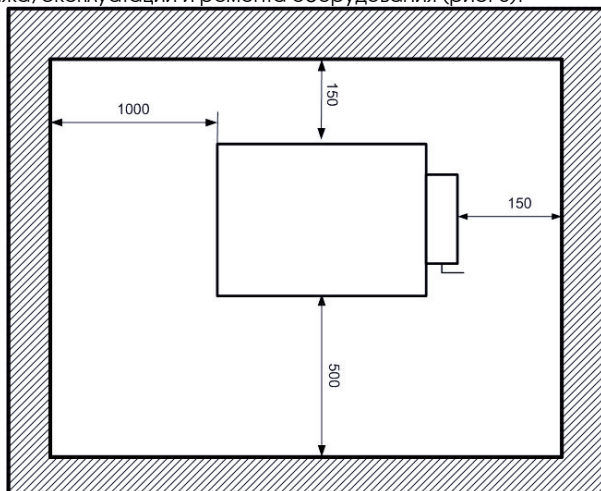

Рис.5 Схема размещения котла
5.14. Стены и потолок в помещении, где будет установлен котел, должны быть выполнены из негорючих, огнестойких материалов, обеспечивающих пожарную безопасность. Указанные расстояния от котла до стен являются ориентировочными и должны обеспечить удобство монтажа, эксплуатации и ремонта оборудования (рис. 5).